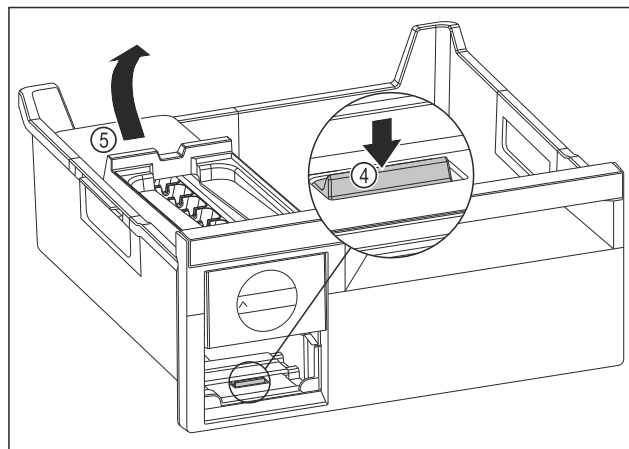

Fig. 212
- ▶ Изваждане на корпуса на EasyTwist-Ice: Натиснете езичето Fig. 212 (4) с пръст надолу и едновременно с това с другата ръка повдигнете корпуса на EasyTwist-Ice Fig. 212 (5) отзад.